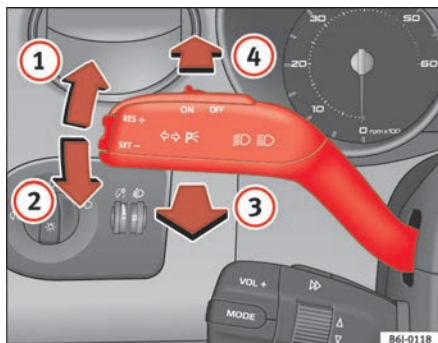

Abb. 55 Blinker und Fernlichthebel
- Drücken Sie den Hebel bis zum Anschlag nach oben ⇒ Abb. 55 ①, um **rechts** zu blinken bzw. nach unten ②, um **links** zu blinken.
- Drücken Sie den Hebel nach vorne ⇒ Abb. 55 ④, um das Fernlicht einzuschalten.